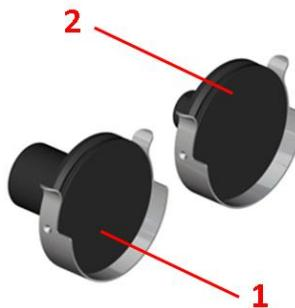
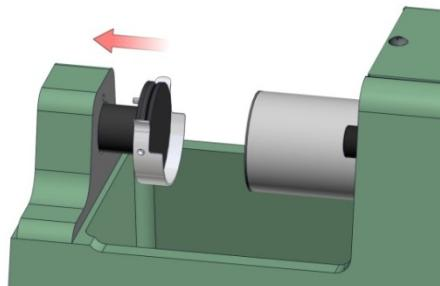

Abbildung 5.1.1
Abbildung 5.1.2
1. Die Universalsandfestigkeitsmaschine Modell PFG-MA beinhaltet die erforderlichen Teile zur Messung der Druckfestigkeit des Formsandes. Die zur Durchführung dieses Tests notwendigen Teile sind in Abbildung 5.1.1 dargestellt.
2. Installieren Sie die beiden Druckfestigkeitsvorrichtungen. Richten Sie zunächst die beiden Stifte, die sich auf der Rückseite der Klemmen befinden, mit den Löchern auf dem Fuß und dem Hydraulikkolben der Universalsandfestigkeitsmaschine aus. Schieben Sie dann vorsichtig die 24 mm Vorrichtung (Pos. S1, Abbildung 5.1.1) und die 15 mm Vorrichtung (Pos. 2, Abbildung 5.1.1) jeweils in den Fuß und den Hydraulikkolben. Siehe Abbildung 5.1.2.